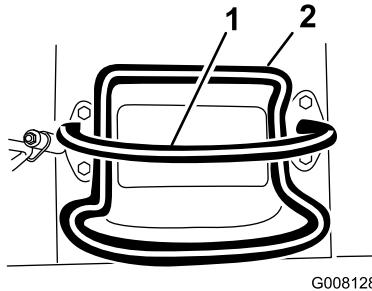

Bild 5
- Lassen Sie zum Anhalten den Fahrantriebshebel los (Bild 5).